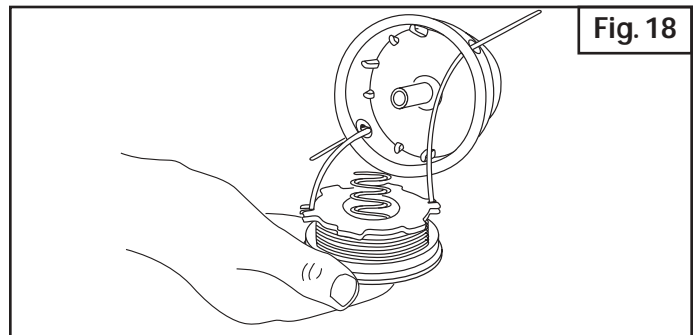

Fig. 18
13. Insérez les extrémités du fil dans les œillets de la bobine extérieure et placez le ressort dans la bobine (Fig. 18). Enfoncez le moulinet et la bobine ensemble. Tout en tenant le moulinet et la bobine, saisissez les extrémités et tirez fermement pour dégager le fil des fentes de retenue de la bobine.
5. Insérez les extrémités du fil dans les œillets de la bobine extérieure (Fig. 18).